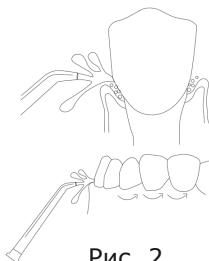

Рис. 2
7.1.1 Стандартная насадка для регулярной чистки (Рис. 2)